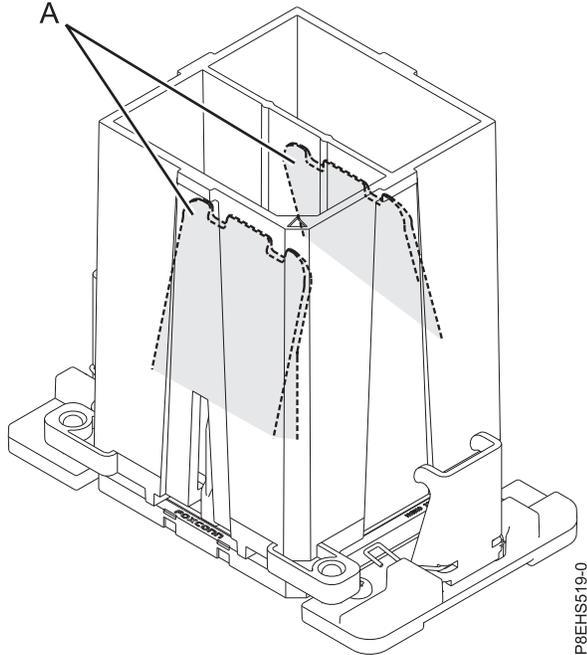

Figura 76. Extracción de la herramienta del módulo del procesador del sistema
- c. Una vez alineadas correctamente las patillas de guía y los orificios del módulo del procesador del sistema y la herramienta, presione las dos pestañas de sujeción azules (**A**) y manténgalas presionadas hasta que se alcance un tope firme, como se muestra en la Figura 76 en la página 78. A continuación, levante la herramienta para sacarla del módulo del procesador del sistema.